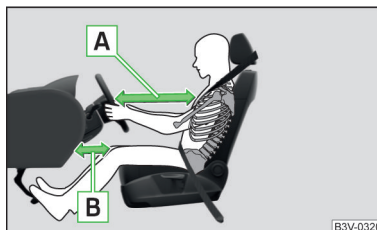

Fig. 23
- Es importante que el conductor y el acompañante mantengan una distancia mínima de 25 cm con respecto al volante o al cuadro de interruptores » fig. 23 - **A**. Si no respeta la esta distancia, el sistema de airbag no podrá protegerle. ¡Peligro de muerte! Los asientos delanteros y los reposacabezas siempre deben estar correctamente ajustados a la estatura del ocupante.
- Ajustar el asiento del conductor longitudinalmente de forma que la distancia de las piernas hasta el cuadro de interruptores en la zona del airbag para las rodillas sea al menos de 6 cm » fig. 23 - [\[B\]](#). En caso de que no sea posible cumplir esta condición debido al tamaño del cuerpo, se debe acudir a un taller especializado.